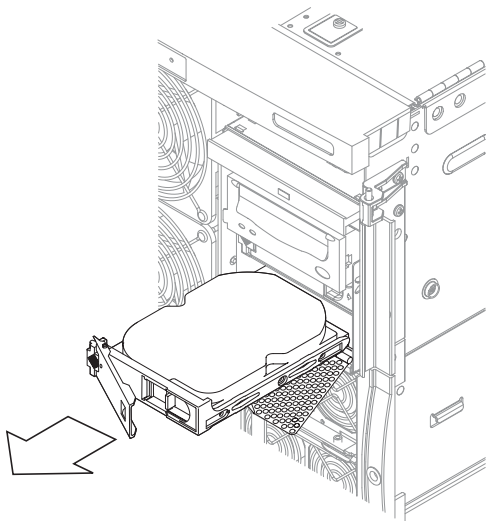

図 5-4 ハードディスクドライブの取り外し
9. ドライブハンドルを持ち、ドライブをドライブベイから取り外します (図 5-4)。